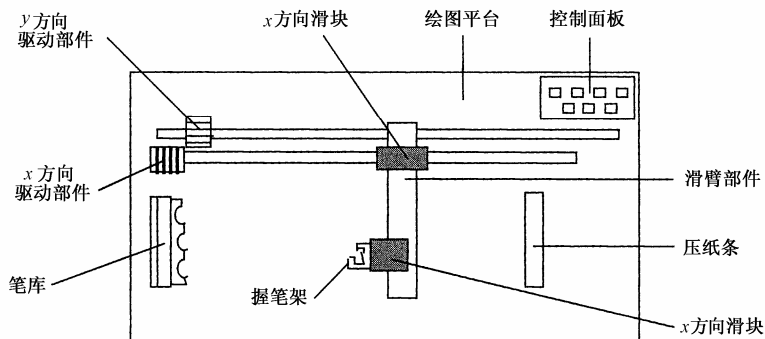

图 10-33 平台式绘图仪工作原理图
平台式绘图仪工作原理如图 10-33 所示。绘图仪平台台面一般由硬质橡皮构成，其上有  $x$  方向和  $y$  方向两组导轨。 $x$  方向导轨位于平台上， $y$  方向导轨位于横梁上，横梁可沿  $x$  导轨滑动，从而产生笔架的  $x$  方向运动。笔架可沿着  $y$  方向导轨滑动。把这两个方向的运动组合起来，就能使绘图笔实现绘图所需要的运动。此外还有抬笔落笔机构。将图纸固定在平台上有 3 种方式：① 真空吸附式，在台面上开一些小孔，真空泵在台面下抽气把纸吸附在平台上。② 静电吸附，在台面上加高压电场，将纸吸在平台上。③ 磁条压紧，用铁磁材料做台面，用磁条将图纸压紧。